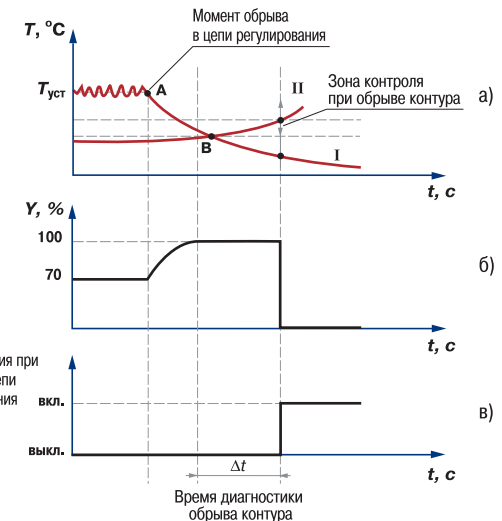

Рис. 18
3.2.7.3.3. Приведем пример срабатывания устройства определения обрыва контура (рис. 18).
В точке А нагреватель вышел из строя, и температура начинает уменьшаться (рис. 18, а). Регулятор увеличивает выходной сигнал (рис. 18, б), контролируя отклик системы. Поскольку температура продолжает уменьшаться, рассогласование растет, и значение Y достигает 100%. В момент достижения Y=100% (точка В) прибор начинает отсчет "времени определения обрыва контура" Δt.
Если по истечении этого времени температура продолжает уменьшаться, сигнализация срабатывает (кривая I на рис. 18, а). Если температура стала расти, но за время Δt изменение температуры не превысило "зону контроля при обрыве контура" (кривая II на рис. 18, а) сигнализация также срабатывает (рис. 18, в).